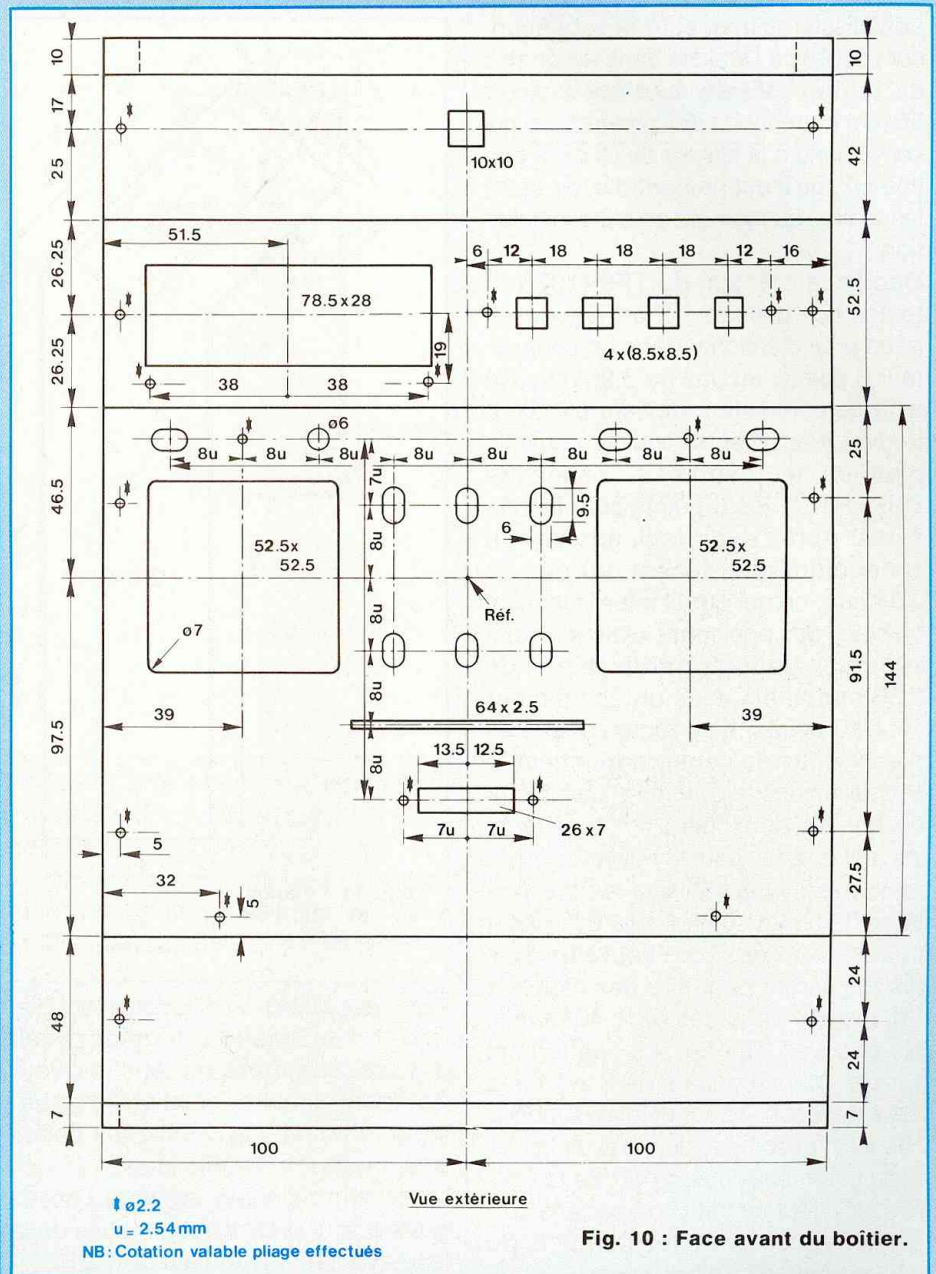

Fig. 10 : Face avant du boîtier.
• LA FACE AVANT – voir Fig. 10.